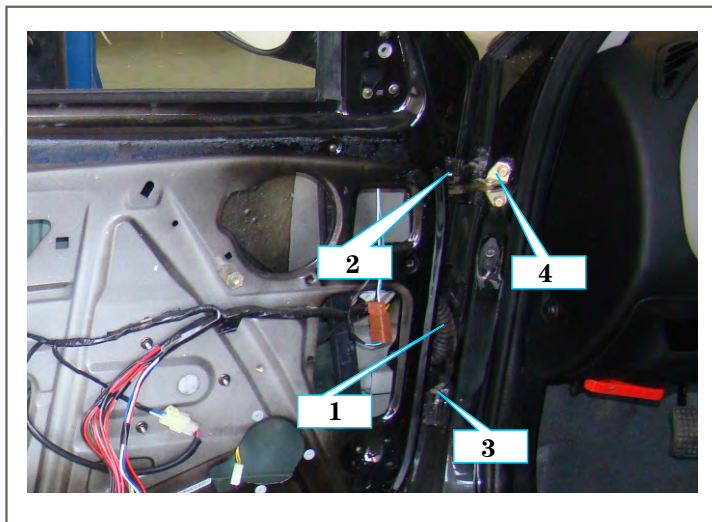

图10-39 拆车门
① 打开车门卸下车门线束1、铰链连接螺钉2和3、车门限位器的连接销4，即可卸下车门总成。（如图10-39所示）。